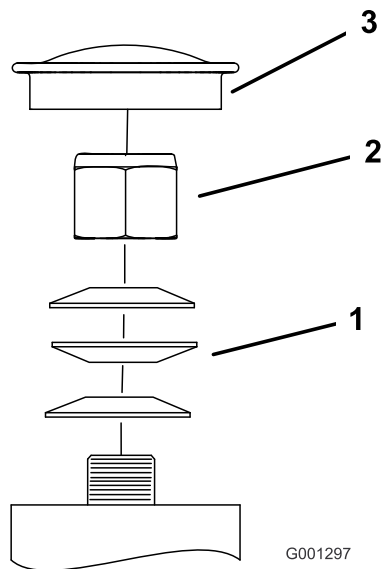

Figure 68
3. Retirez le capuchon antipoussière de la roue pivotante et serrez le contre-écrou (Figure 68).
4. Continuez de serrer le contre-écrou jusqu'à ce que les rondelles élastiques soient aplaties, puis desserrez-le de 1/4 de tour pour obtenir la précharge correcte des roulements (Figure 68).
**Important:** Veillez à placer les rondelles élastiques comme montré à la Figure 68.
5. Reposez le couvre-moyeu (Figure 68).